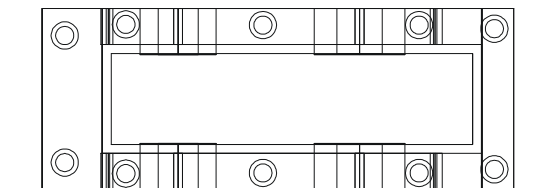

图 12-2-20
STEP 01 把视图转到主视图，把箱盖移开，这时主视图里只有箱体图，转到俯视图中，把箱体放大到绘图区内只显示箱体图，参照箱盖中螺孔的尺寸和画法，在箱体上绘制所有的螺孔圈，效果如图 12-2-20 所示。